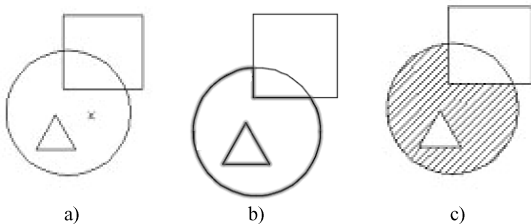

图 3-12 边界确定
(1) 拾取点：通过选择由一个或多个对象形成的封闭区域内的点，确定图案填充边界，如图 3-12 所示。指定内部点时，可以随时在绘图区域中单击鼠标右键以显示包含多个选项的快捷菜单。